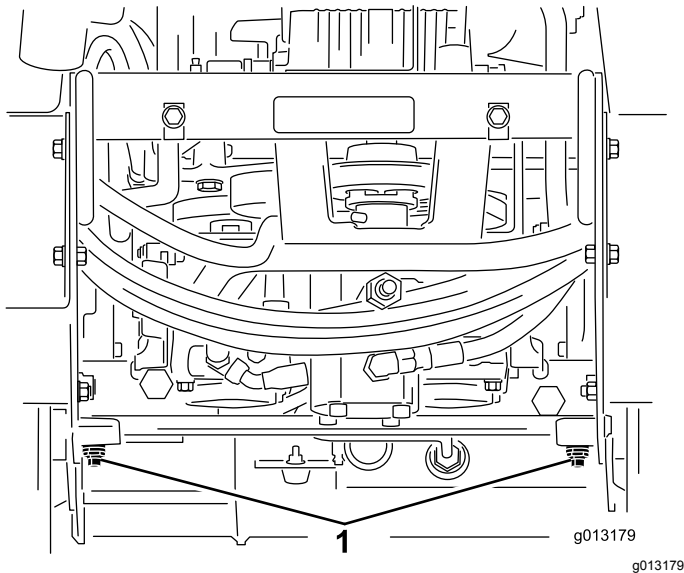

Figura 18
4. Usando una llave inglesa, gire las válvulas de remolcado de las bombas hidráulicas dos vueltas en el sentido contrario a las agujas del reloj (Figura 18).